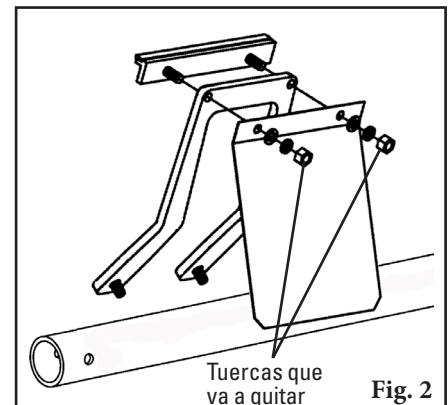

Fig. 2
2. **Reemplace las hojas desgastadas.** Retire las tuercas en cada hoja y quite las hojas del amortiguador (Fig. 2). Limpie todo el material que se filtra del eje.